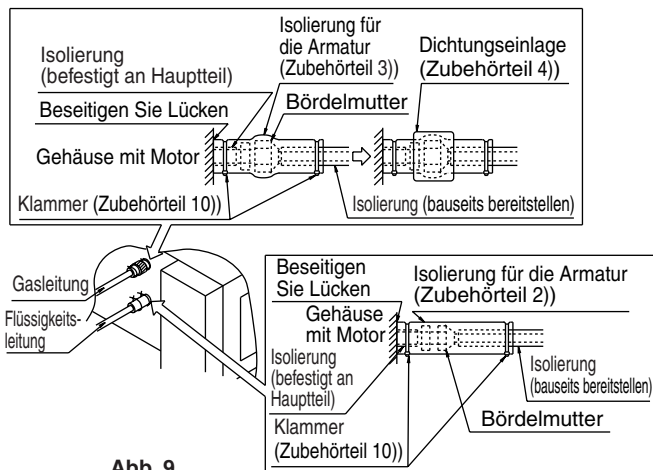

Abb. 9
- Denken Sie nach dem Überprüfen der Rohrleitungsverbindungen auf austretendes Gas daran, sowohl die flüssigkeitsseitigen als auch die gaseitigen Rohrleitungen entsprechend der Abbildung 9 und 10 und der untenstehenden Hinweise zu isolieren.